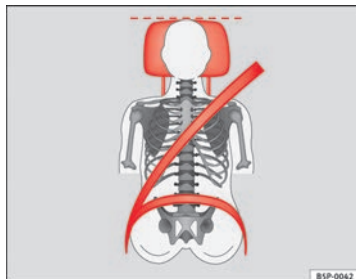

Fig. 14 Faixa do cinto de segurança e do encosto de cabeça regulados correctamente, vistos de frente
- A faixa superior do cinto de segurança tem de passar sensivelmente por cima do meio do ombro e nunca por cima do pescoço ou do braço. O cinto de segurança tem de ficar bem cingido ao tronco do ocupante ⇒ Fig. 14.